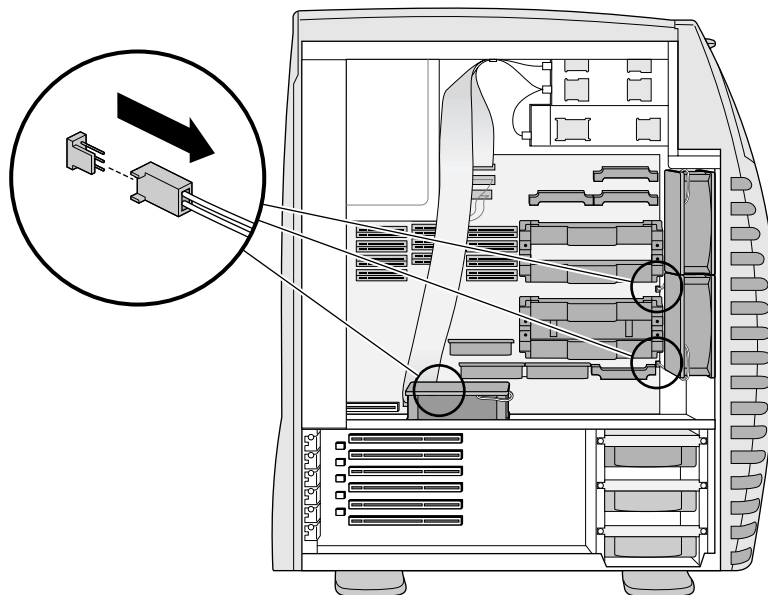

Figure 7-11 Déconnexion du câble du ventilateur
2. Saisissez le connecteur du câble et tirez-le vers vous afin de le déconnecter de la carte mère (voir Figure 7-11).